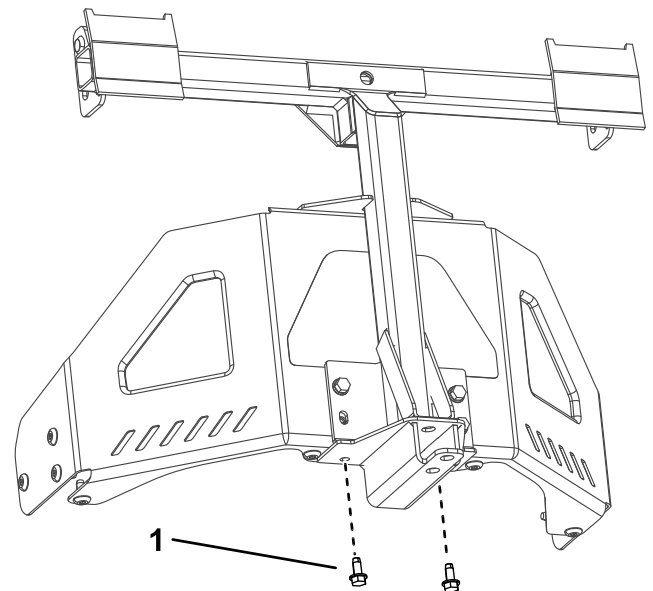

Figuur 8
- Monteer het draaiframe aan het machineframe zoals getoond in Figuur 8. Monteer het draaiframe op het frame van de machine; gebruik 2 bouten (5/16" x 1") en 2 borgmoeren (5/16").